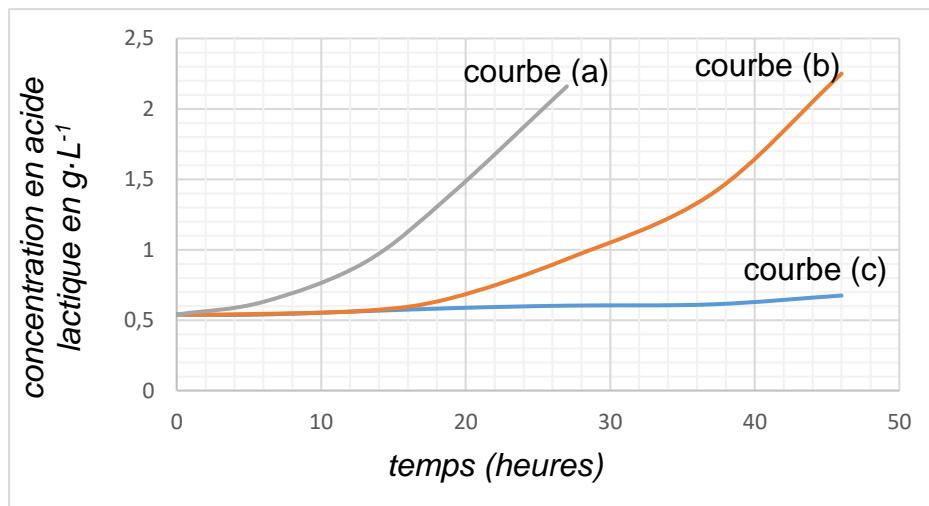

Figure 3. Suivi cinétique de la formation d'acide lactique pour trois températures
Un suivi par titrage a permis de déterminer la concentration en masse d'acide lactique dans chaque échantillon en fonction du temps. Les résultats obtenus sont présentés ci-dessous (**figure 3**). Chaque courbe correspond à l'un des échantillons étudiés.
18. À l'aide du graphe de la **figure 3**, déterminer au bout de combien de temps les échantillons 2 et 3 ne sont plus considérés comme étant des laits frais.